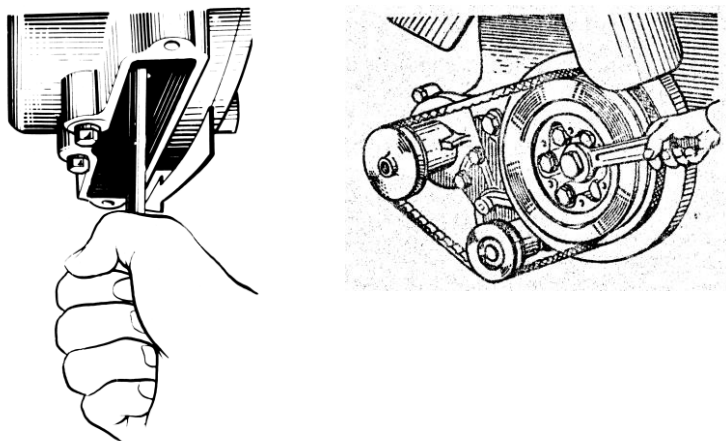

Рис. 61. Проворачивание коленчатого вала
- 4 Проворачивая коленчатый вал по часовой стрелке (при виде со стороны вентилятора) спереди ключом за болт крепления шкива или сзади ломиком за маховик через люк в нижней части картера маховика, используя отверстия в маховике (рис. 61), установить момент, когда впускной клапан первого цилиндра полностью поднимется (то есть закроется). Продолжая вращать коленчатый вал, провернуть его еще примерно на 1/3 оборота ( $\approx 120^\circ$ ). Это положение коленчатого вала соответствует такту сжатия в первом цилиндре и оба клапана этого цилиндра будут закрыты.
Вращать коленчатый вал можно ключом за болт крепления шкива коленчатого вала или ломиком за отверстия в маховике (рис. 61) при снятой крышке люка картера маховика.